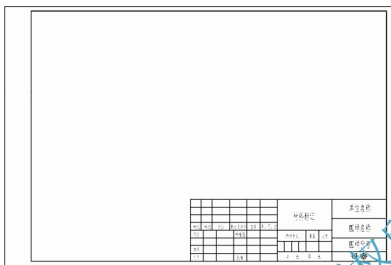

图 7-33 A3 图纸
(3) 使用 WBLOCK(外部块)命令，以图框左下角点为插入点、“A3”为文件名或块名，制作了“A3”图幅属性块(该图块储存路径及文件名为 D:\我的图库\A3)，结果如图 7-33 所示。